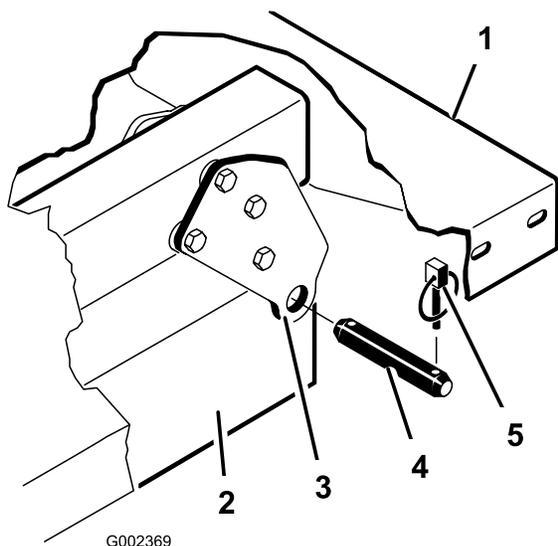

Figura 12
3. Retire os passadores de forquilha que fixam as extremidades da haste do cilindro às chapas de montagem da plataforma, empurrando os pinos para dentro (Figura 12).
4. Retire os pinos de sujeição e os passadores de forquilha que fixam os apoios da articulação aos canais do chassis (Figura 12).
Nota: Verifique se as placas de articulação posteriores estão presas ao canal/estrutura do engate de forma a que os ângulos das extremidades inferiores fiquem alinhados com a parte traseira (Figura 12).
2. Coloque a plataforma com cuidado no chassis, alinhando os orifícios posteriores da placa de articulação da plataforma com os orifícios do chassis traseiro e coloque (2) passadores de forquilha e pinos de sujeição (Figura 12).
3. Depois de baixar a plataforma, fixe as extremidades da haste do cilindro às respectivas ranhuras nas chapas de montagem da plataforma com um passador de forquilha e um pino de sujeição. Introduza o passador de forquilha na parte exterior da plataforma com o pino de sujeição virado para fora (Figura 12). As ranhuras posteriores são utilizadas na instalação da plataforma completa e as ranhuras frontais para a instalação da plataforma 2/3.